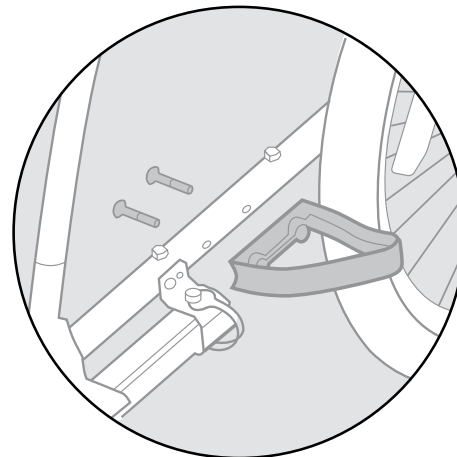

Abbildung 3
1. Stecken Sie die Radschutzschrauben durch das Rahmenrohr. Richten Sie die Löcher im Radschutz an den Schrauben aus. Mit dem Sechskantschlüssel festziehen (Abbildung 3).